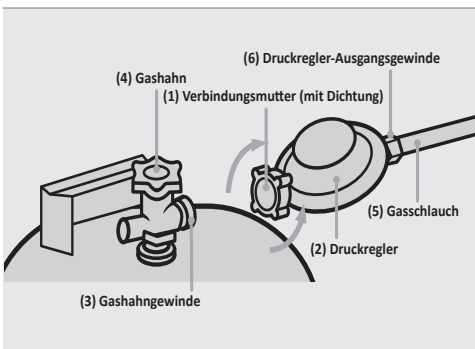

Abb.2: Montage des Druckreglers
1. Verbinden Sie den Druckregler (Abb.2, Nr. 2) mit dem Gasschlauch (Abb.2, Nr. 5). Schrauben Sie hierfür die Überwurfmutter des Gasschlauches am Gewinde
2. Verbinden Sie dann den **Gasschlauch** (Abb.2, Nr. 5) mit dem **Gasventileingang** (Abb.1, Nr. 4) des Heizstrahlers. Schrauben Sie hierzu die zweite Überwurfmutter des Gasschlauches am Gasventileingang durch Linksdrehung mit der Hand fest.
3. Verbinden Sie den Druckregler mit der Gasflasche, indem Sie die **Verbindungsmutter** (Abb.2, Nr. 1) des **Druckreglers** (Abb.2, Nr. 2) mit Werkzeug auf das **Gashahngewinde** (Abb.2, Nr. 3) schrauben.